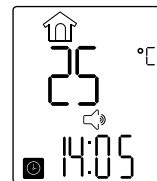

Bild 5
- Weiterhin haben Sie die Möglichkeit, die Umgebungstemperatur zu prüfen. Drücken Sie dazu die MODE-Taste. Die Umgebungstemperatur wird zusammen mit dem Symbol 'Haus' im Display angezeigt (Bild 5). Danach wechselt das Thermometer zurück in den Messmodus.